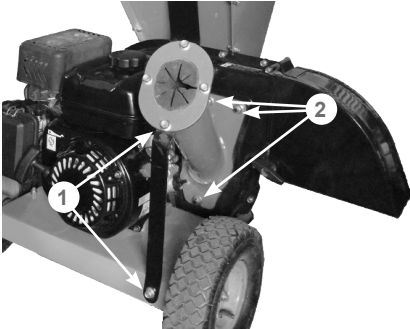

Рис. 20 Снятие воронки измельчителя
2. Открутите два болта 1 крепления опорного кронштейна воронки измельчителя и снимите опорный кронштейн (Рис. 20).